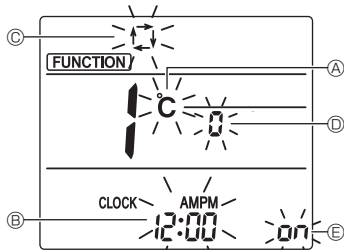

Fig. 7-10
3. Kontrollera att funktionsnummer "1" visas och tryck sedan på knappen **SET** 3. Skärmen för inställning av displayen visas. (Fig. 7-10)